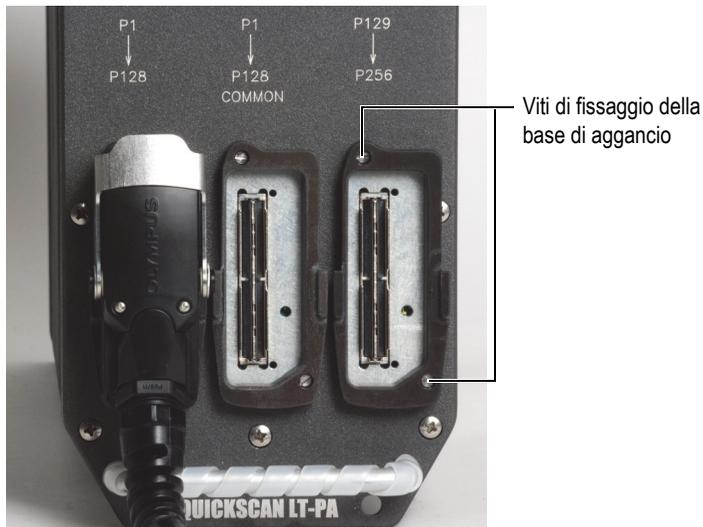

Figura A-2 Phased array - Viti di fissaggio
2. Utilizzare un cacciavite a testa piatta per avvitare le viti fissando la base di aggancio all'unità (vedi Figura A-2 alla pagina 78).
- Utilizzare un cacciavite a testa piatta per svitare le due viti della base di aggancio (vedi Figura A-2 alla pagina 78).